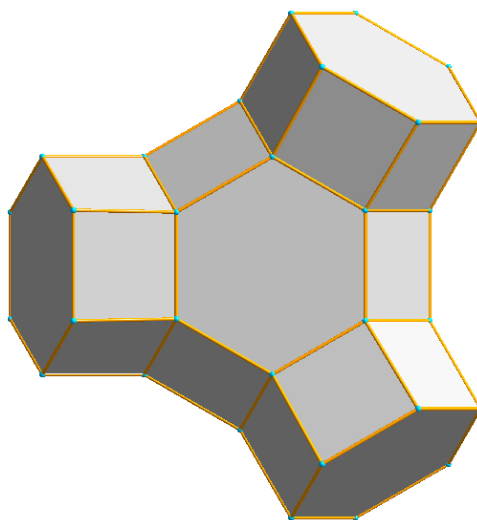

图 63：再次以朝向(1,1,1)平面的方向查看结构。
在第四步（最后一步）中，我们将绘制多面体来表示  $\beta$  笼之间的连接。为此，首先请更改查看方向为沿 (1,1,1) 轴：请从“图像（Picture）”菜单中选择“Viewing Direction（查看方向）”命令，在“h,k,l”对应的输入区域分别全部输入“1”，点击“Set（设定）”按钮关闭对话框。现在您的查看方向垂直于 (111) 平面（图 63）。然后您还需要按<F9>键重新调整放大系数。